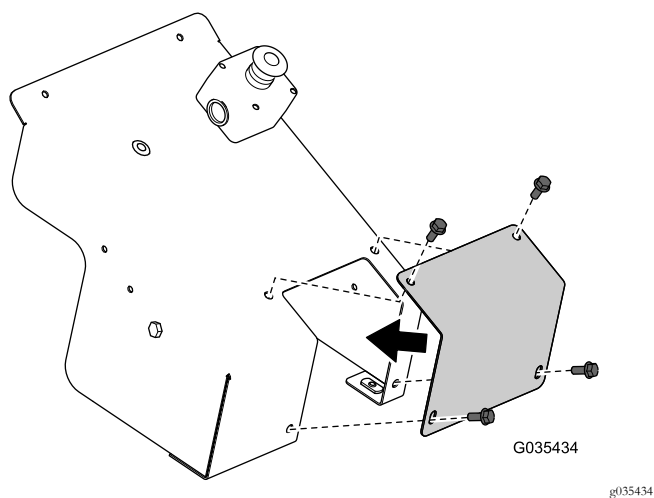

図 21
12. 保存してあった金具類を使用して、先ほど外した手動操作部カバーをカバーに取り付ける 図 21。